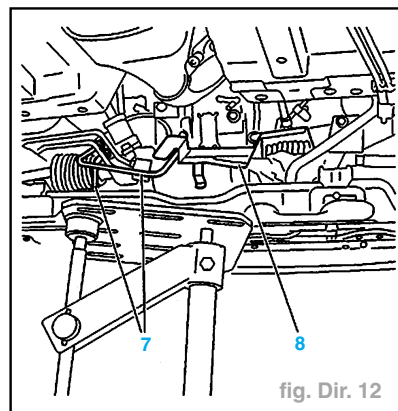

fig. Dir. 12
- Faire descendre le berceau (5) avec précaution.
- Désaccoupler les tubes (7) : à l'aide d'une clé à tuyauter (fig. Dir. 12).